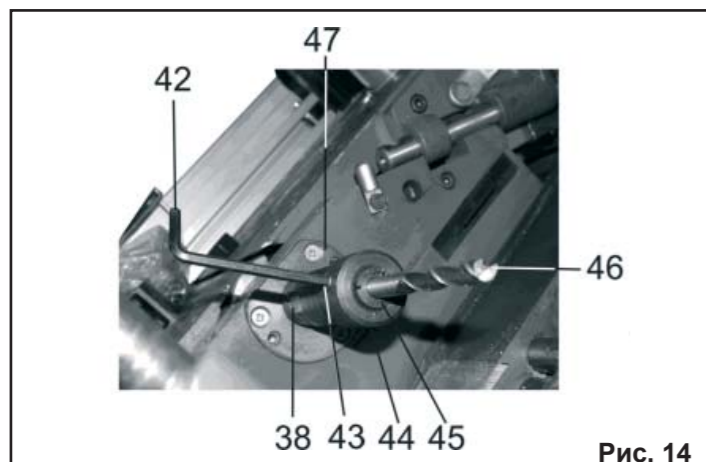

Рис. 14
8.3.4. При выполнении фрезерных операций с применением пальчиковых фрез (46) необходимо на шпиндель (38) установить и закрепить специальный фрезерный патрон (44), Рис. 14.
8.3.5. В специальный фрезерный патрон (44) вставьте необходимую разрезную вставку (45) сквозной прорезью перпендикулярно болту фиксации (43), установите пальчиковую фрезу (46) и, используя шестигранный ключ (42), закрепите пальчиковую фрезу болтом фиксации (43), Рис. 14.
8.3.6. Установите и на крышке (47) закрепите защитный
колпак (48), Рис. 14, 15.